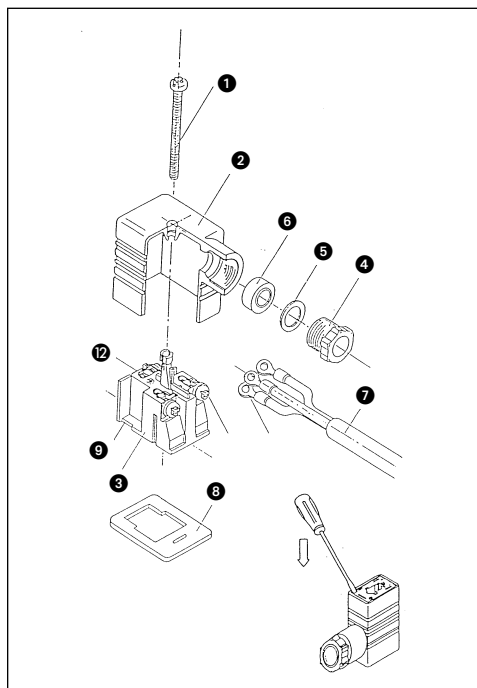

Abb. 3
### Stecker auseinanderbauen (Abb. 3)
- Mit einem Schlitzschraubendreher Gehäuse 2 und Anschlußelement 3 am Spalt 9 (Pfeil) im unteren Bereich der Anschlußklemme 3 auseinanderhebeln. Siehe Abbildung 3.
### Verdrahtung (Abb. 3)